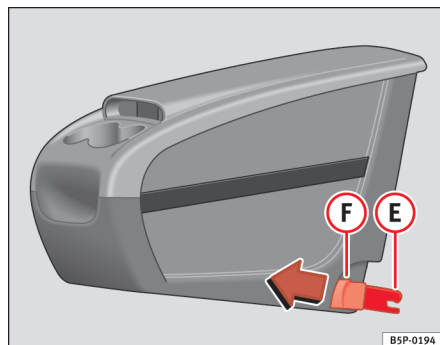
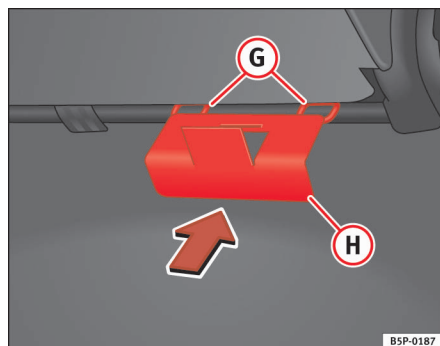

Fig. 112 Ekstra opbevaringsrum. Montering
Fig. 113 Holder til ekstra opbevaringsrum
- Inde fra kabinen skal du fastgøre holderen (H) ⇒ fig. 113 til det ekstra opbevaringsrum på bagsiden af sædet. Holderen skal være placeret mellem ryglænet og sædehynden til den midterste bagsædeplads.
- Ret de to fastgørelseselementer (E) ⇒ fig. 112 til i forhold til de to fastgørelsesringe (G) ⇒ fig. 113, og tryk de to klemmer helt ind i fastgørelsesringene.
- Træk klemmerne fremad ved at trække i knapperne ⇒ fig. 112 (F) (røde knapper), indtil klemmerne går ud af indgreb, så det kan høres.